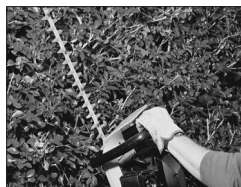

Fig. 4B
4. **CORTES LATERALES.** Mantenga su herramienta como se ve en la ilustración, y comience en la parte inferior moviendo su maquina de abajo hacia arriba. (Fig. 4B)